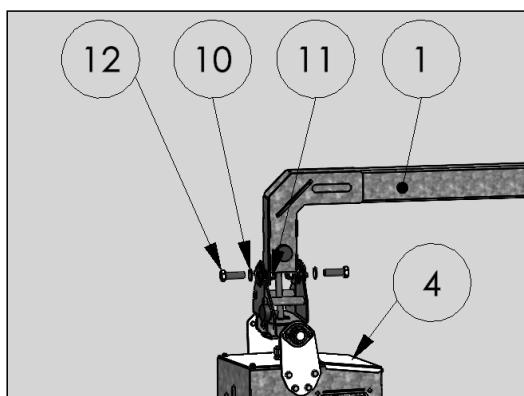

Bild 4: Montering borste med drivenhet
2. Skruva fast drivenheten (nr 4, bild 4) med hjälp av skruvorna (nr 12, bild 4), brickor (nr 10, bild 4) och muttrar (nr 11, bild 4) med upphängningsarmen (nr 1, bild 4).